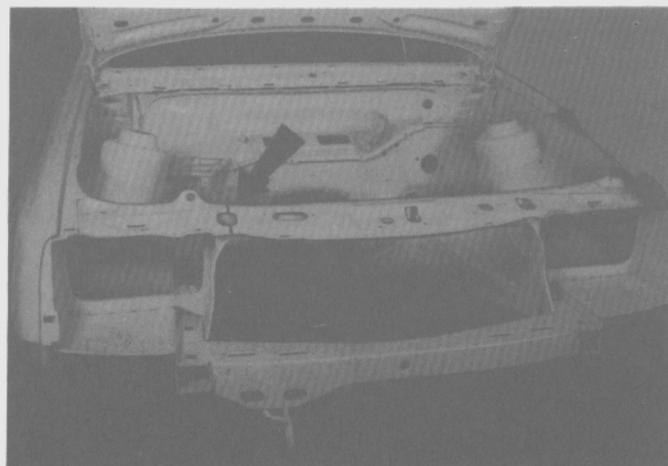

Fig. 109
- Quitar la placa de identificación del vehículo y marcar la línea de corte del panel del soporte del radiador (Fig. 109).